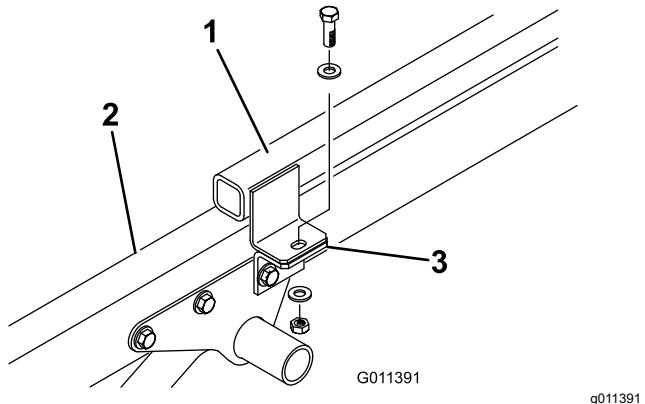

Figura 6
3. Togliete la vite a testa cilindrica, le 2 rondelle piene e il dado di bloccaggio che fissa ogni staffa di attacco alle linguette del telaio di traino (Figura 6).